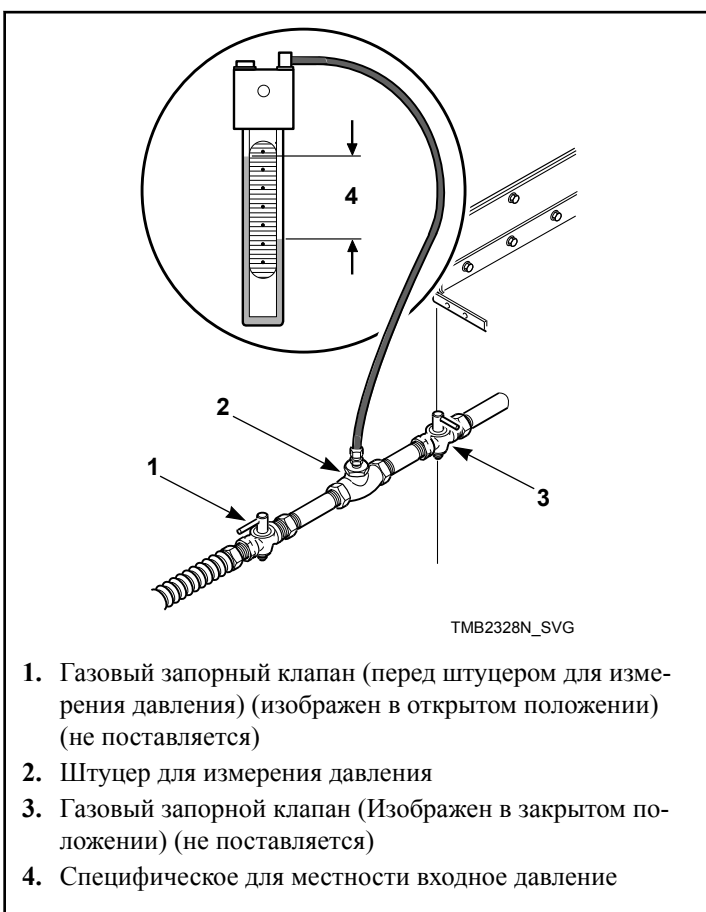

Рис. 14
1. Отключите сушильную машину от электросети. Закройте запорный клапан, закрывающий подачу газа к сушильной машине. См. Рис. 14 .